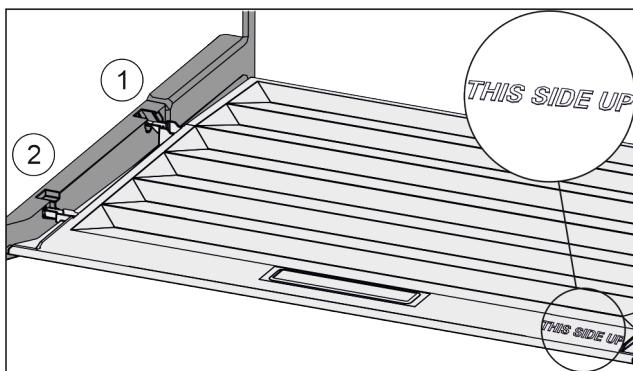

Fig. 46
- Вставити поперечні ребра через отвір заднього тримача Fig. 46 (1) і зафіксувати спереду у тримачі Fig. 46 (2).